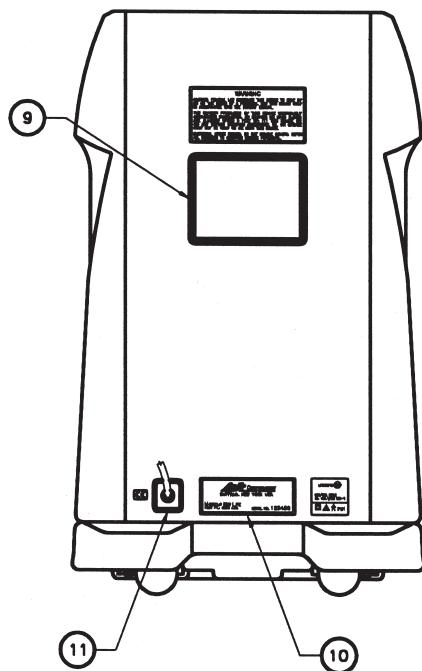

Fig. I.2
I. 2. Apparatens baksida (Fig. I. 2)	3-SV
I. 2. Apparatens baksida (fig. I. 2)